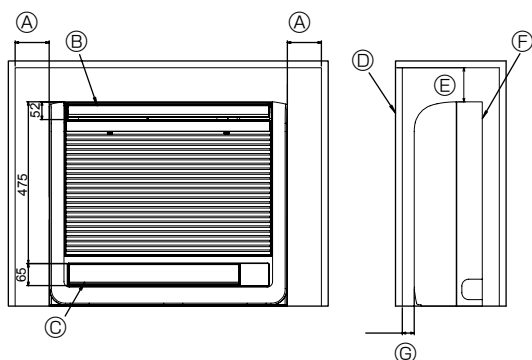

Fig. 6-1
6.1. Wandeinbau der Innenanlage (Fig. 6-1)